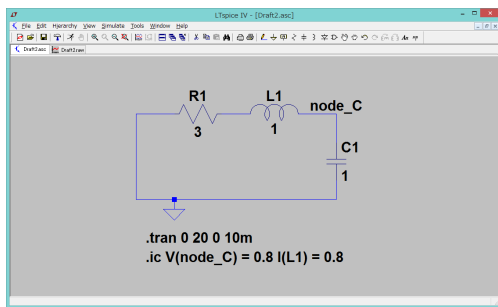

図 2.3 回路図を作成し終えた状態
7. ノードにラベルを貼る. 容量の電位を指定しやすくするために, インダクタンスと容量の間にラベルを追加する. Label Net ボタンを押し, 「node_C」のような適当な名前を入力する. OK ボタンを押し, インダクタンスと容量の間に接続する. 図 2.3 参照.